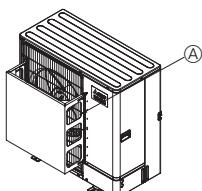

Fig. 2-3
- Installer en ekstra luftfføring hvis enheten installeres på et sted der sterke vinder, slik som en tyfon osv. kan blåse direkte inn i luftutslippet. (Fig. 2-3)